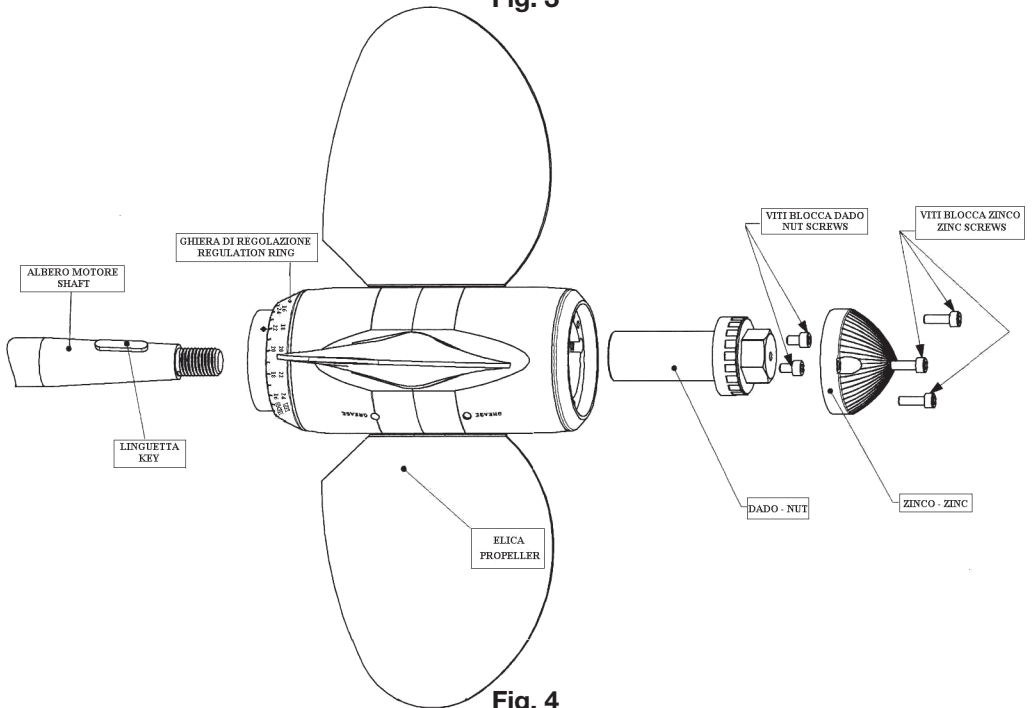

Fig. 4
L'elica è fornita già assemblata come destrorsa o sinistrorsa secondo l'informazione ricevuta al momento dell'ordine, e con un determinato passo richiesto, e così può essere montata direttamente sull'albero motore. Tenete presente che le parti che compongono la MAX PROP® FAST GENERAZIONE 2 NON sono intercambiabili; nel caso si ricevessero contemporaneamente più eliche, sarà quindi necessario fare molta attenzione a non mischiare i pezzi smontati. Effettuate le varie operazioni facendo riferimento alla Fig.4
*The propeller is supplied already assembled for right or left rotation, according to the information received at order and with the pitch required, and so can be fitted on the shaft. MAX PROP parts are NOT interchangeable. Make sure, if you receive more than one propeller, that you do not interchange parts. Please use Fig. 4.*